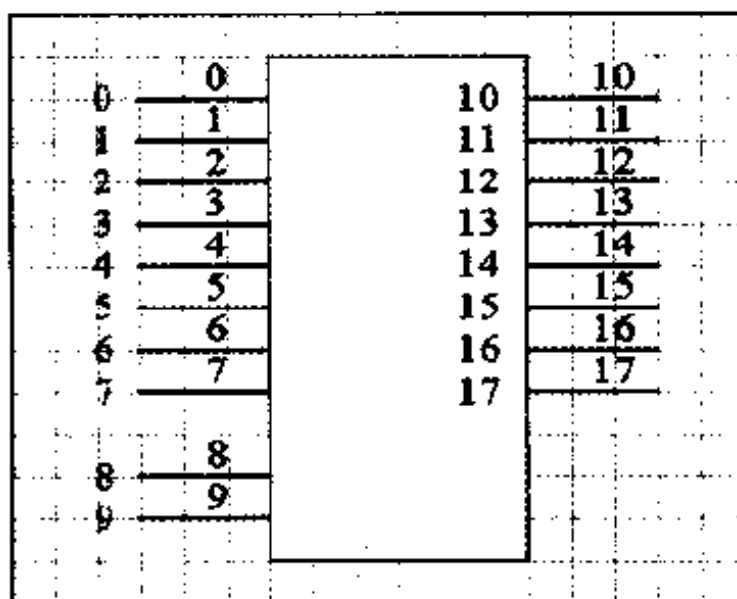

图 5-26 绘制矩形并放置元件引脚
(10) 单击 Draw Solid 复选框, 然后单击 Fill Color 选项的颜色框, 在弹出的 Choose Color 对话框中选择适当的颜色, 填充矩形。设置矩形的属性之后, 单击 OK 命令按钮, 返回工作窗口。
(11) 在 SchLib Drawing Tools 工具栏中单击  按钮, 选择绘制元件引脚的工具。此时鼠标箭头变为十字光标, 并且十字光标上带有元件引脚的形状, 在图纸中移动十字光标, 在适当的位置单击, 放置元件引脚。
(12) 放置了一个元件引脚后, 鼠标箭头仍保持为十字光标, 用户可以在适当位置继续放置元件引脚。放置了所有需要的引脚之后, 右击鼠标, 退出放置引脚的工作状态, 此时得到的效果如图 5-26 所示。